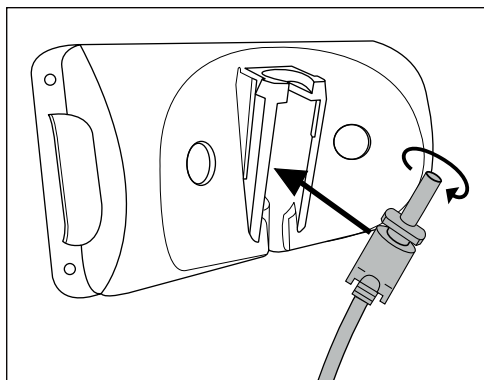

Fig. 1
- ▶ Assurez-vous qu'aucune ligne électrique ou d'autres lignes ou tuyaux ne se trouvent dans le mur dans lequel vous avez l'intention de percer des trous pour fixer le support mural ❸. Il y a en effet danger de mort si vous percez une ligne électrique !
- 1) Insérer la fiche creuse ❺ du bloc d'alimentation ❹ dans le support mural ❸, comme indiqué sur la figure suivante. Fixer la fiche creuse ❺ en la tournant (voir fig. 1).